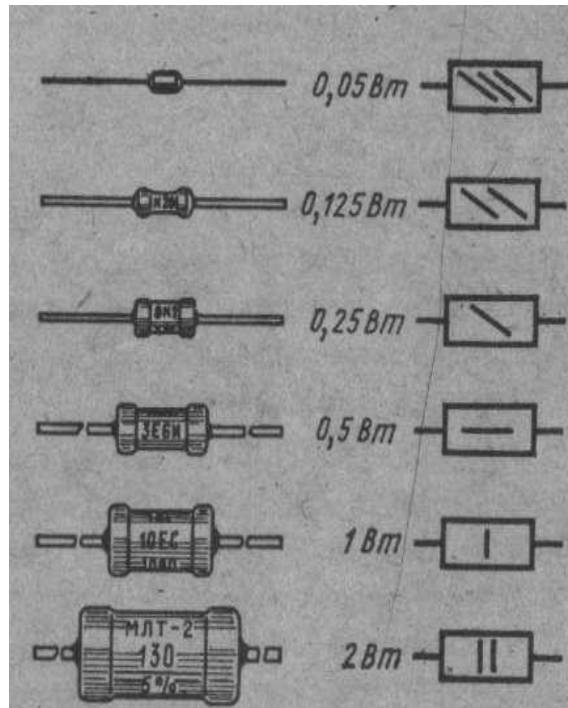

Рис. 3. Обозначение мощности резисторов.
- Номинальную **мощность рассеяния резистора** (от 0,05 до 5 Вт) обозначают специальными знаками, помещаемыми внутри символа (рис. 3). Заметим, мм ни таки не должны касаться контура условного обозначения резистора.